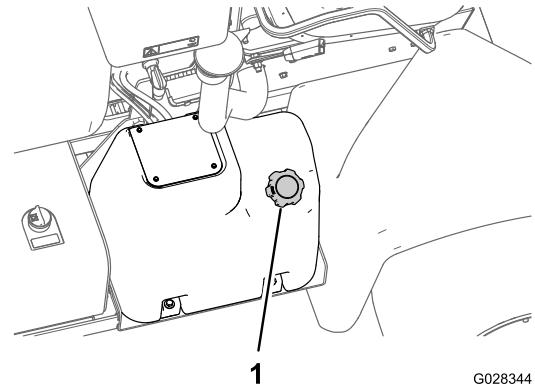

Figure 23
3. Nettoyez la surface autour du bouchon du réservoir de carburant (Figure 23).